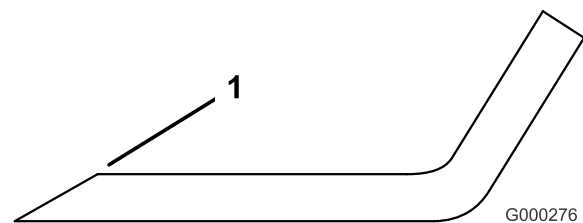

Figure 58
1. Au moyen d'une lime, aiguisez les tranchants aux deux extrémités de la lame (Figure 58) en veillant à conserver l'angle de coupe d'origine. Limez la même quantité de métal sur chacun des deux tranchants pour ne pas déséquilibrer la lame.